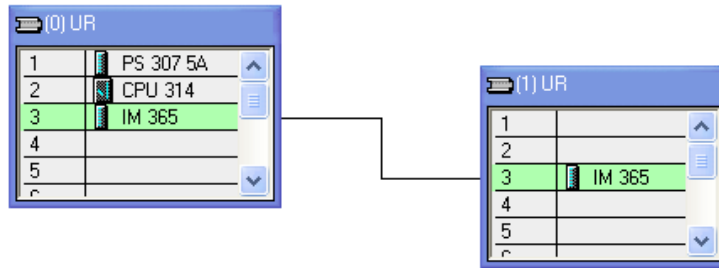

图 1-7 IM365 机架扩展示例
- 只有一个扩展机架时，主机架（0）和扩展机架（1）的 3 号槽中都使用 IM365 连接，如图 1-7。